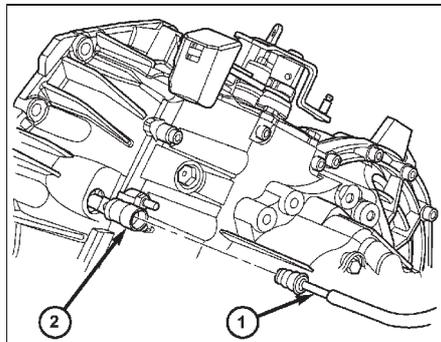

Рис. 25. Исполнительный цилиндр привода сцепления. 1 - трубка главного цилиндра, 2 - исполнительный цилиндр.
(8) Отсоедините трубку главного цилиндра привода сцепления от исполнительного цилиндра сцепления (рис. 25).